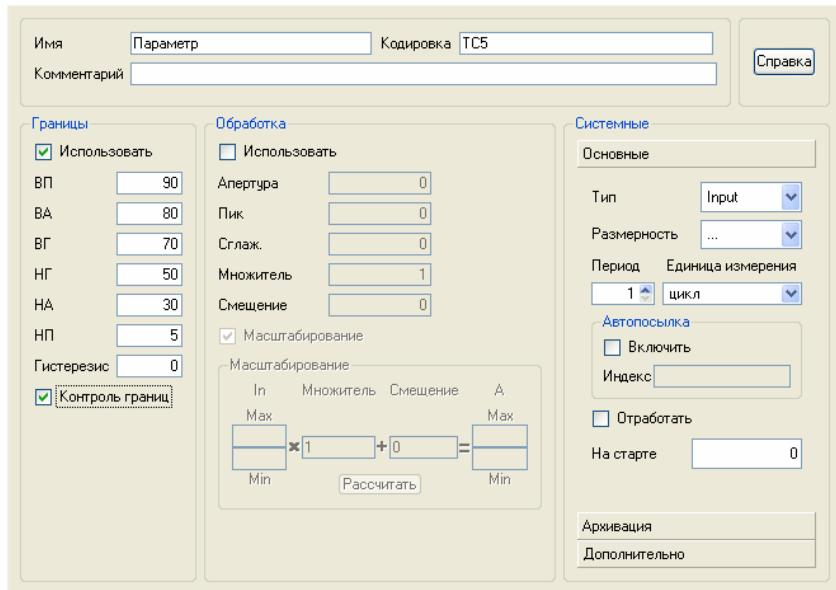

Рис. 3.15
3.4.3.2. Завдання меж і установок. Подвійним натисненням ЛК по каналу **Параметр** відкрити бланк редагування його атрибутів і заповнити розділ **Межі відповідно до свого варіанту** (див. табл. 3.1), наприклад, таким чином, як показано на рис. 3.15: